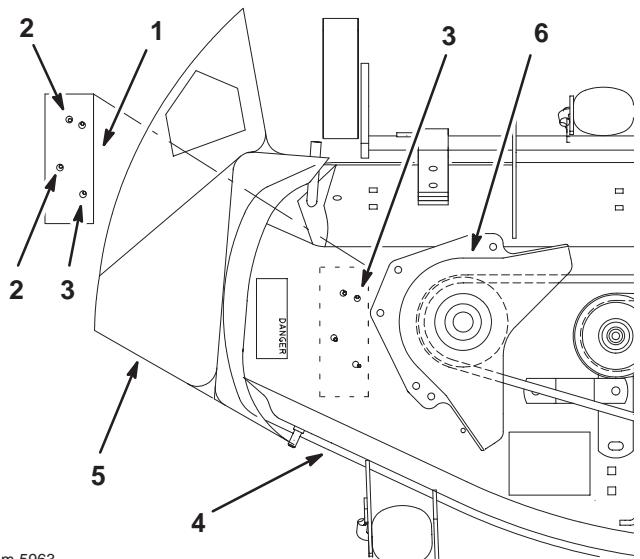

Figure 12
2. Déposez le protège-courroie existant (Fig. 12).
3. Placez le gabarit numéro 1 sur le plateau de coupe et alignez les trous sur ceux déjà percés dans le plateau de coupe (Fig. 12).
4. Marquez au pointeau les 2 trous à percer et retirez le gabarit (Fig. 12).
7. Reposez le protège-courroie (Fig. 12).